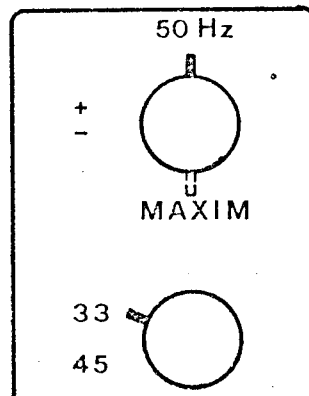

BILD 4
6. Jetzt drehen Sie das Potentiometer für die Feinregulierung P1 auf Anschlag im Uhrzeigersinn und vergleichen Sie seine Position mit dem Bild 4.
7. Feinregulierungs-Potentiometer P1 in die Position 50 Hz (gemäß Bild 4) zurückdrehen. Jetzt sollen die oberen Balken auf dem Stroboskopring stillstehen. (Die oberen